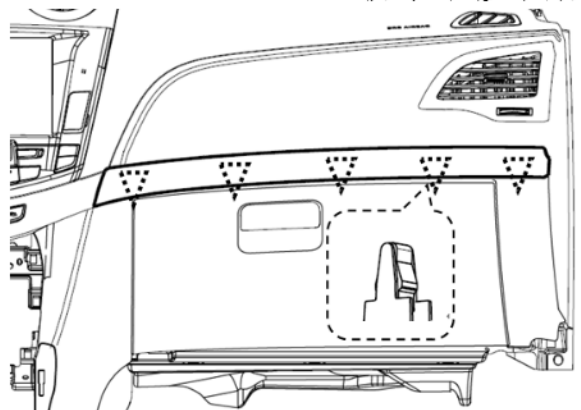

图1-1-8-1仪表板右饰条安装结构示意图
- (1) 用头部缠绕柔性胶带(或其它柔性产品)的一字螺丝刀小心撬起图1-1-8-1所示的五个卡扣安装点;
- (2) 当卡扣都脱开时,取下仪表板右饰条。